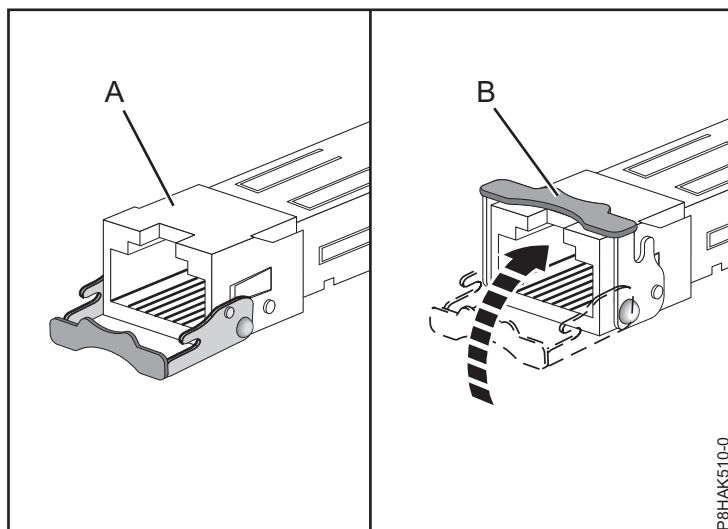

Figura 33. Substitució dels transceptors SFP a l'adaptador
- c. Amb el pestell **(B)** en posició d'obert, empenyeu el pestell fent-lo rotar i traient-lo de la targeta tal com es mostra a la Figura 33.